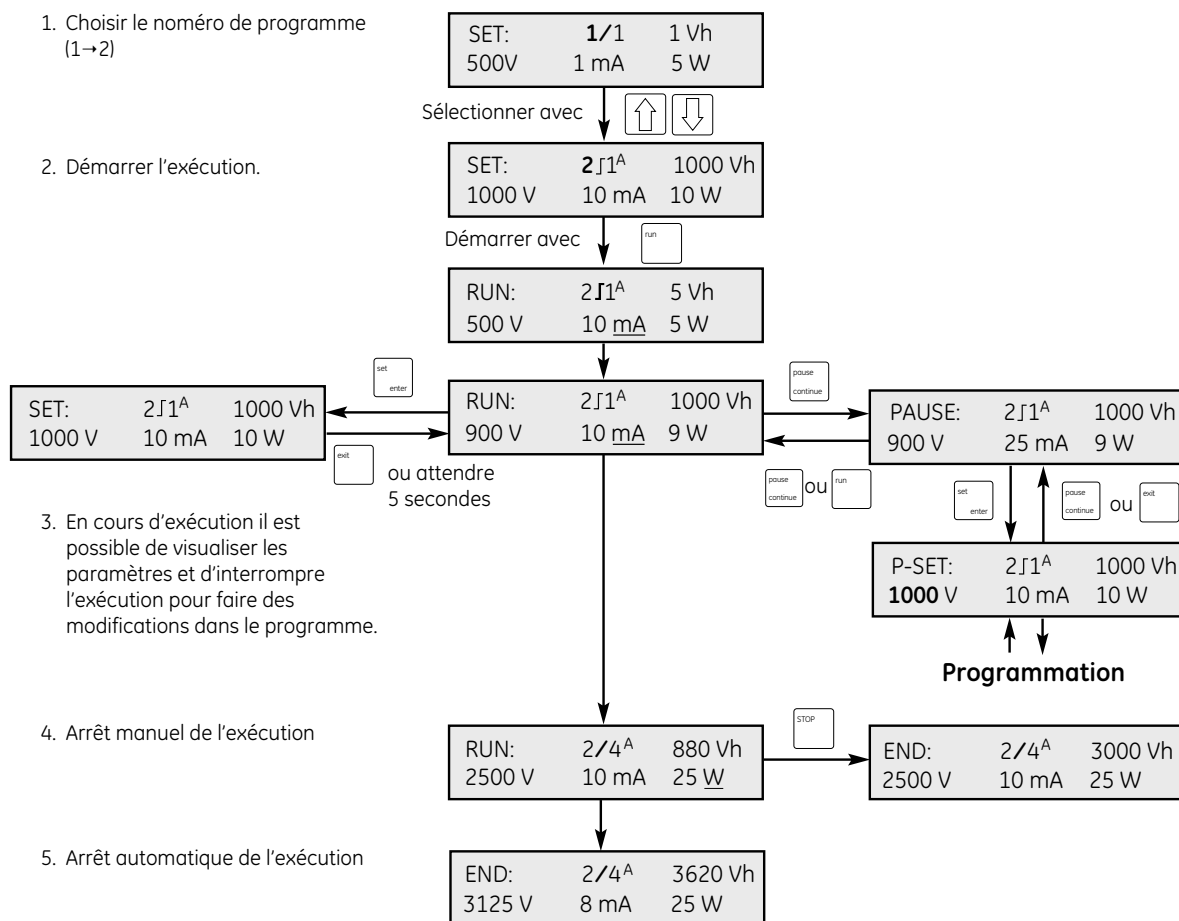

Fig 7. Exécution, visualisation et pause d'un programme
- 3. Exécution d'une procédure (voir Fig 7);